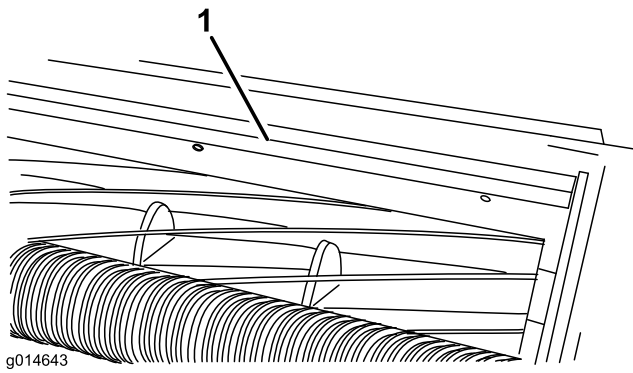

図 12
1. バー (図 12) をカッティングユニットに固定しているネジをゆるめる。